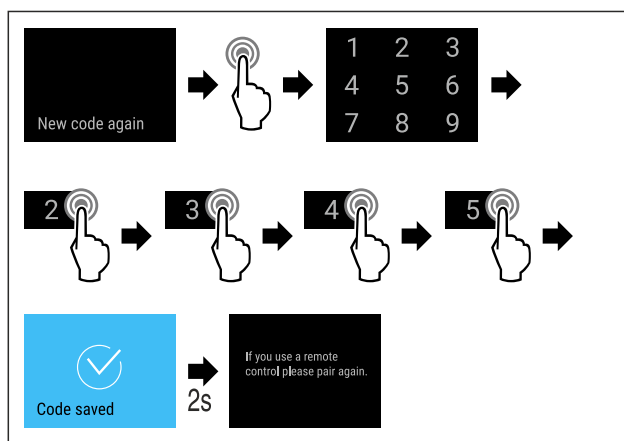

Fig. 83
- Eseguire i passi (vedere Fig. 83).